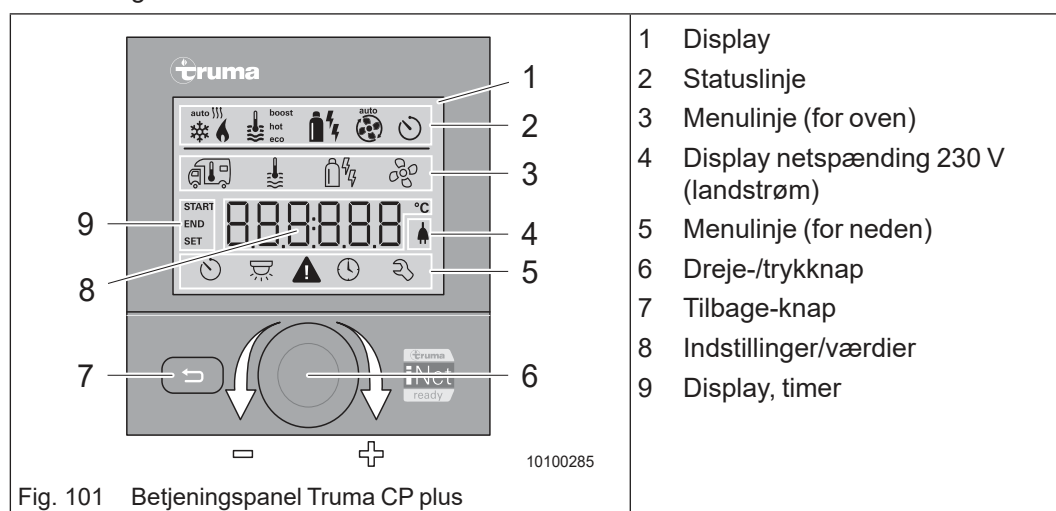

Fig. 101 Betjeningspanel Truma CP plus
- ➔ Tryk på dreje-/trykknappen (Fig. 101/6) og hold den inde i mindst 4 sekunder.
- ➔ Tryk på dreje-/trykknappen (Fig. 101/6) og hold den inde i mindst 4 sekunder. Slukningsprocessen kan tage lidt ekstra tid på grund af varmeovnens interne eftervarme.
- ➔ Drej dreje-/trykknappen (Fig. 101/6) mod højre eller venstre, indtil du når den ønskede menu.
- ➔ Med tilbage-knappen (Fig. 101/7) kommer du tilbage til den forrige menu eller til den forrige visning.